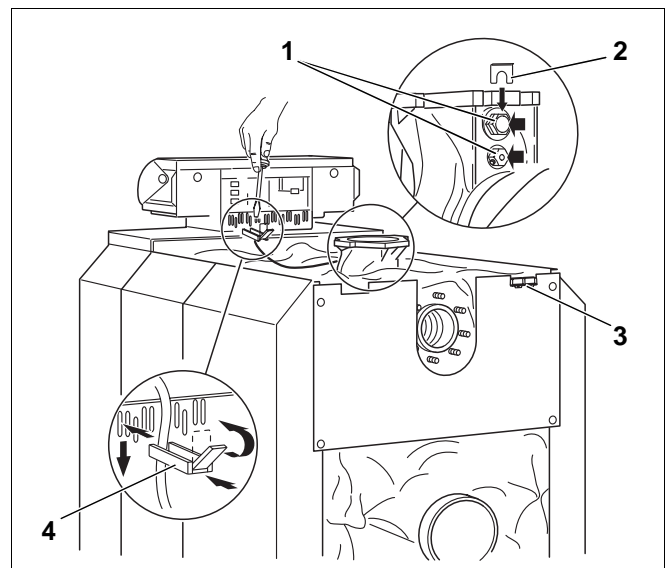
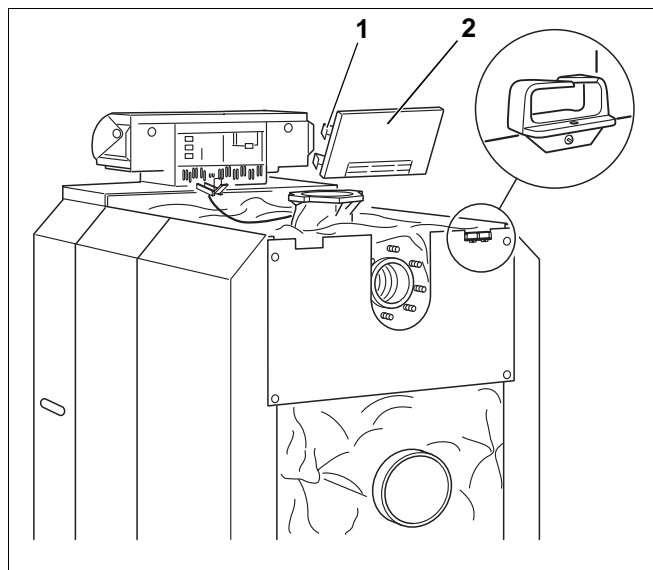

Рис. 49
Рис. 50
- Капиллярные трубки провести через проход для кабеля и развернуть на требуемую длину. Датчики провести к местам измерения на котле, вставить в соответствующую гильзу (рис. 49, поз. 1) и закрепить фиксатором (рис. 49, поз. 2) (увеличенное изображение на рис. 49 повернуто на 180°).
- Проход для кабеля (рис. 49, поз. 3 и увеличенное изображение на рис. 50) закрепить винтами справа или слева на задней стенке котла.
- Хомуты со вложенными в них проводами вставить в обоймы и зафиксировать поворотом рычажка (рис. 49, поз. 4).
- При необходимости выломать или вырезать заглушки отверстий в задней стенке (рис. 50, поз. 2).
- Нижние крюки задней стенки вставить в обоймы хомутов и нажать на нее сверху до фиксирования боковых крюков (рис. 50, поз. 1).